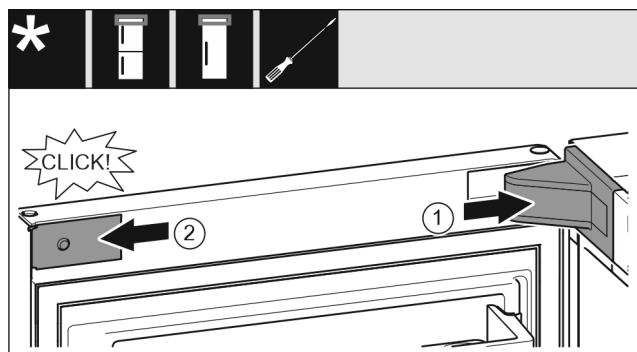

Fig. 23
- Nasadte a zaklapněte kryt stojanu ložiska Fig. 23 (1), příp. opatrně přitlačte od sebe.
- Z boku nasadte záslepku Fig. 23 (2) a zaklapněte.